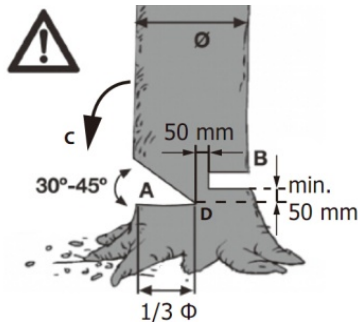

Fig17
Esecuzione del taglio della tacca di direzione(Fig. 17)
Tagliate una tacca ad angolo retto rispetto alla direzione di caduta (A) con una profondità di 1/3 del diametro dell'albero, come mostrato nella Fig.17. Prima eseguite il taglio inferiore orizzontale(A). In tal modo si evita che eseguendo il secondo aglio la catena o la guida si incastrino.